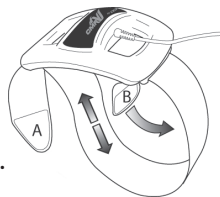

Figure 1
6. Pour serrer ou desserrer la sangle, retirer et repositionner le languette Velcro « A ». Ajuster la sangle jusqu'à ce qu'elle soit en position confortable et bien serrée. (Figure 1)
9. Pour serrer ou desserrer la sangle, retirer et repositionner le languette Velcro « A ». Ajuster la sangle jusqu'à ce qu'elle soit en position confortable et bien serrée. (Figure 1)